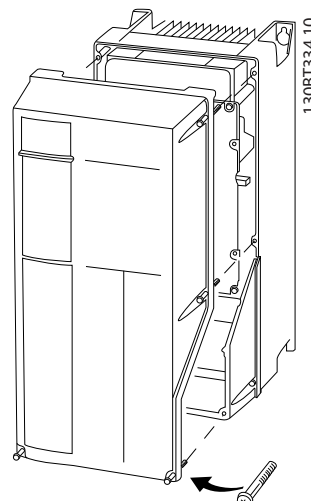

Рисунок 2.9 Доступ к подключениям проводки управления в корпусах A4, A5, B1, B2, C1 и C2
- Или снимите переднюю крышку, ослабив крепежные винты. См. Рисунок 2.9.